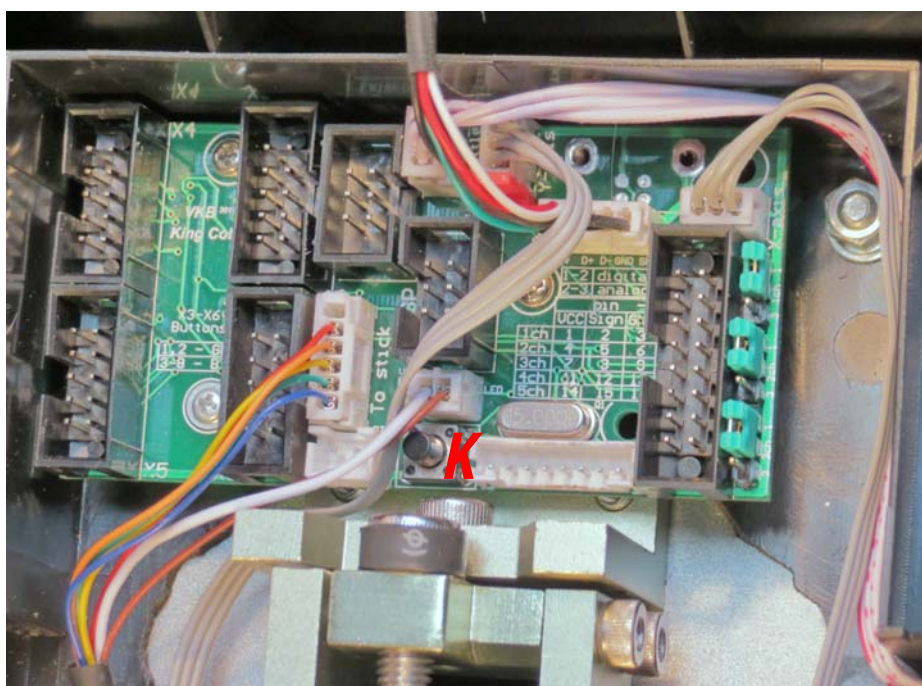

Рис. 3.7.
3. Нажмите кнопку *K* (рис. 3.7) и, удерживая ее в нажатом состоянии, подключите кабель джойстика в разъем USB системного блока.